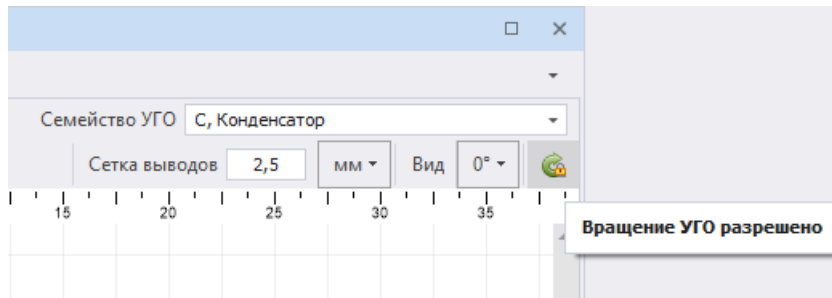

Рис. 43 Разрешение вращения УГО
6. Включите разрешение на вращение УГО при необходимости, Рис. 43.